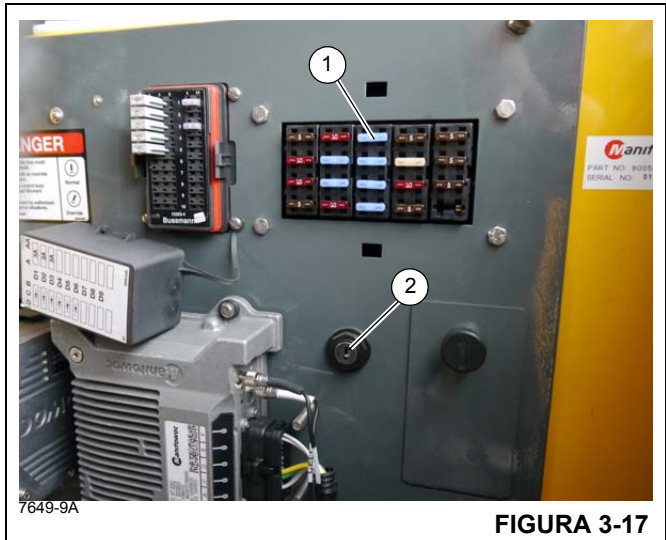

FIGURA 3-17
O painel de fusíveis (1) (Figura 3-17) localiza-se atrás do assento da cabine no conjunto do painel de fusíveis e relés da cabine. Ele contém até 20 fusíveis que protegem os vários componentes elétricos do guindaste.
A chave de cancelamento de emergência do RCL (2) (Figura 3-17) é um contato operado por chave que está localizada dentro da cabine do operador no conjunto do painel atrás do assento. Quando acionada (girada no sentido horário), a chave cancelará e evitará que o RCL trave as funções do guindaste (limite de terceira volta e anticolisão do moitão) caso ocorra uma sobrecarga ou condição de colisão do moitão. Gire a chave no sentido anti-horário para contornar a chave anticolisão do moitão, a extensão/retração do telescópio e o indicador de 3ª volta (limite de abaixamento do guindaste) e a elevação/abaixamento da lança.